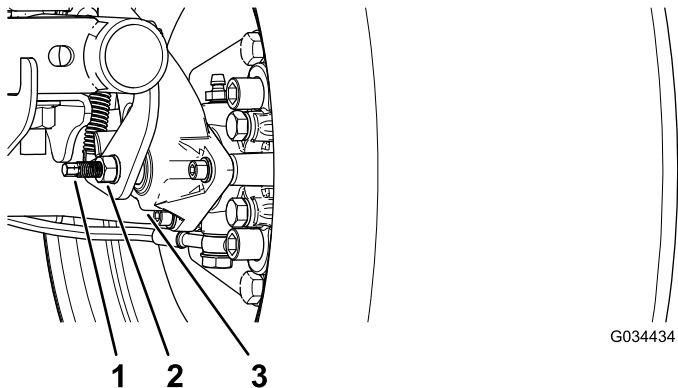

Figure 66
3. Utilisez 2 clés, une pour maintenir le tenon de réglage en place sur l'étrier et l'autre pour desserrer l'écrou de blocage de 1/4 de tour (Figure 66).
4. Tout en maintenant le tenon de réglage et l'écrou de blocage en place, tournez le tenon pour le serrer (Figure 66).
5. Tout en maintenant le tenon de réglage et l'écrou de blocage en place, tournez le tenon en arrière de 1/4 de tour (Figure 66).
6. Tout en maintenant le tenon de réglage et l'écrou de blocage en place, serrez l'écrou de blocage (Figure 66).